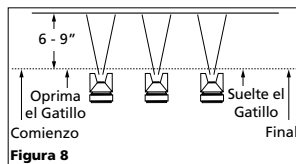

Figura 8
- "Oprima el gatillo" adecuadamente. Comience a mover la pistola ANTES DE OPRIMIR EL GATILLO y deje de oprimirlo ANTES DE PARAR DE MOVERLA. Este procedimiento le permitirá que el acabado sea parejo sin dejar rastros de donde se unen las diferentes manos de pintura (Vea la Figura 8).